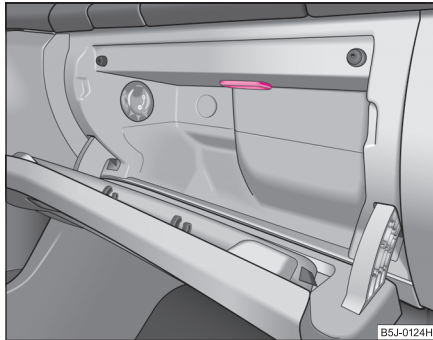

Abb. 187 Leuchte im Ablagefach auf der Beifahrerseite ausbauen
- Ein Messer oder Ähnliches seitlich zwischen Leuchte und Ablagefach schieben ⇒ Abb. 187. Leuchte vorsichtig heraushebeln.